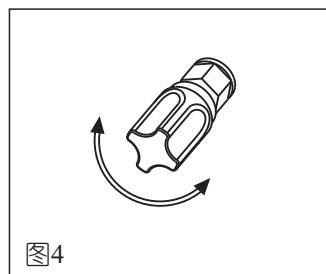

图4
- 关闭生活热水出水阀门，打开冷水阀门和补水阀。（参见图4）